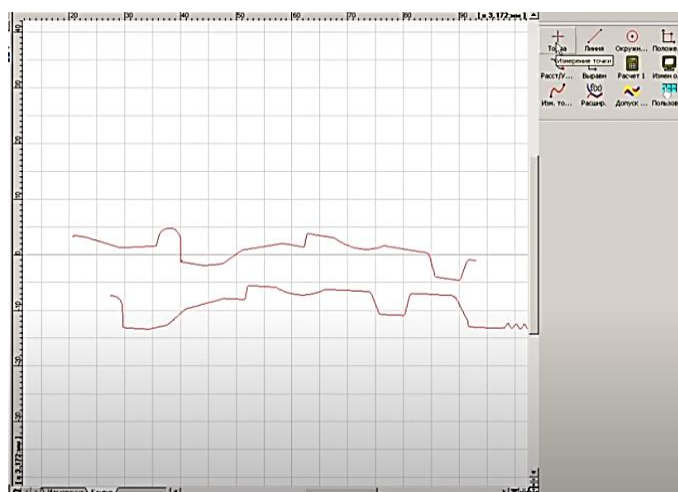

Рис. 6. Полученные контуры детали
- 6) Затруднение в связи со сшивкой контура. Многим студентам данный процесс представляется достаточно сложным ввиду непоследовательно сделанного алгоритма сшивки. Для этого необходимо соблюдать ряд обязательных правил. Пропустим момент снятия контуров, допустим, студенты сняли контурографом два контура верно. Опишем подробно процесс сшивки контуров. Итак, получено 2 контура детали (рис. 6), далее предстоит их сшить — выровнять, наложить и соединить.